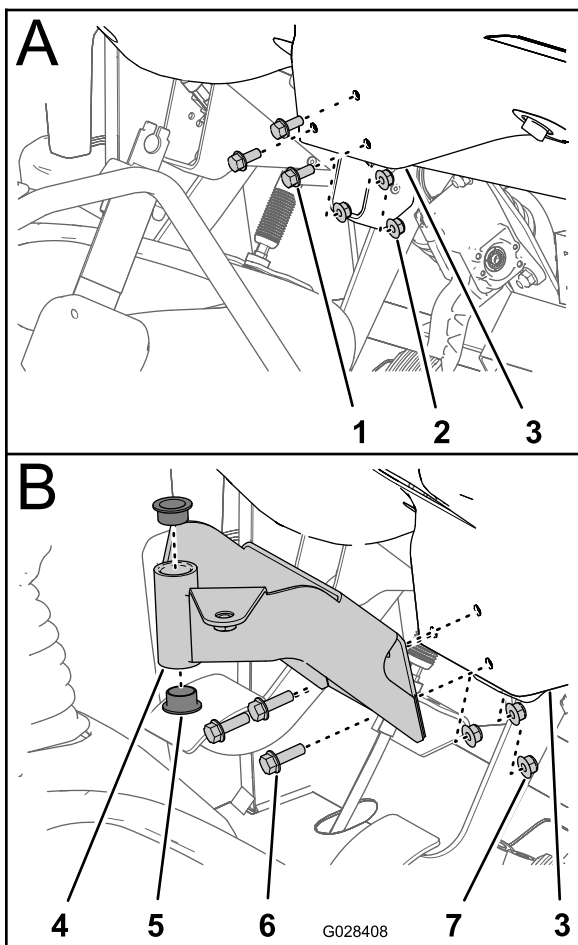

Figura 17
1. Demontați cele 3 șuruburi și 3 piulițe care fixează porțiunea centrală inferioară a panoului tabloului de bord pe suportul de susținere a tabloului de bord (Figura 17).
2. Aliniați orificiile din suportul de montaj pentru consola de comandă cu orificiile din tabloul de bord și suportul de susținere (Figura 17).
4. Strângeți șuruburile și piulițele la (Figura 17).
5. Introduceți cele 2 bucșe de plastic în suportul de montaj (Figura 17).